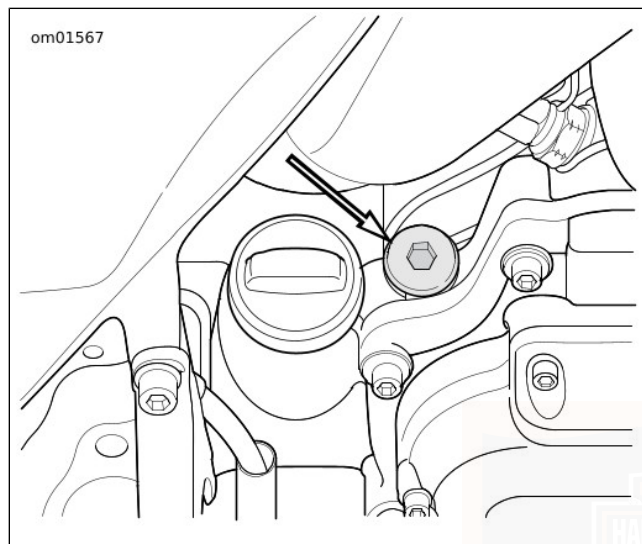

Figura 50. Posizione del tappo del rifornimento/astina di livello dell'olio del cambio
2. Vedere Figura 50. Rimuovere il tappo del rifornimento/l'astina di livello dell'olio del cambio. Pulire l'astina di livello.
1. Vedere Figura 50. Rimuovere il tappo del rifornimento/l'astina di livello dell'olio del cambio.